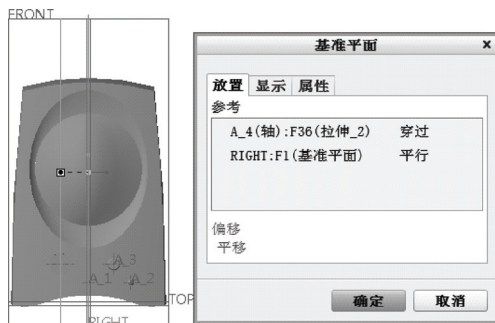

图 12-123 创建基准平面 DTM3
2) 选择所需的特征轴, 按住〈Ctrl〉键的同时选择 RIGHT 基准平面, 并设置该平面参考的“约束”类型选项为“平行”, 如图 12-123 所示。